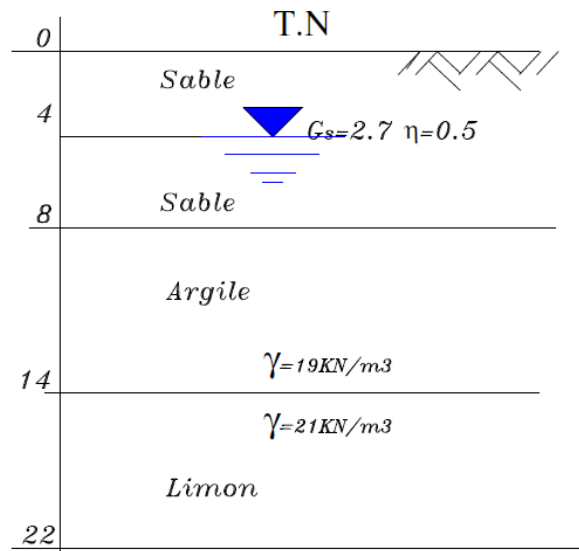
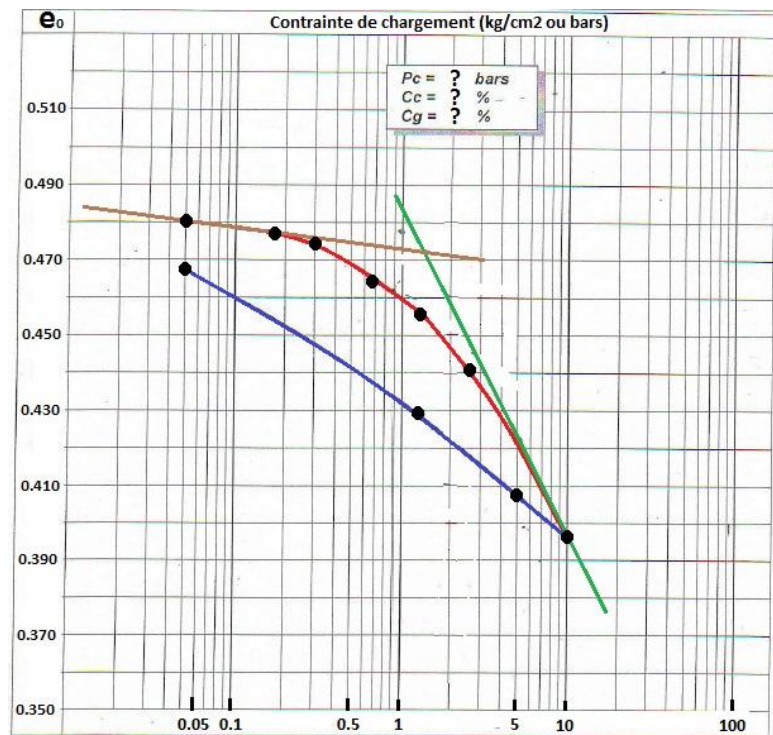

Figure 1 : Profil lithologique du terrain
Figure 2 : Courbe contrainte/tassement.
- 1- Remplir le **tableau 3** ci-dessous en se basant sur le profil lithologique dans la figure 1 suivante ?
4- Un échantillon de sol, de 30 cm de longueur, a été prélevé à partir d'une profondeur de 22.15 m (voir la Figure 1 précédente). Un essai de compressibilité a été réalisé sur cet échantillon afin de se renseigner sur l'état de consolidation du terrain en place. La courbe $e = f(\log \sigma)$ est présentée dans la Figure 2 ci-dessous.
a- Déterminer le C_c , C_g et la P_c à partir de la figure 2 ?